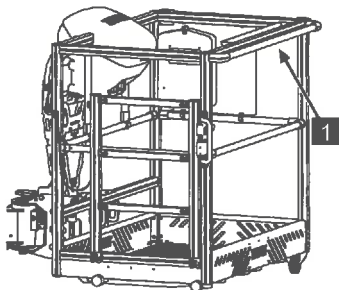

Abb. 152
2. 2.Person: Arbeitskorb nach oben Abstützen (Abb.152/1).